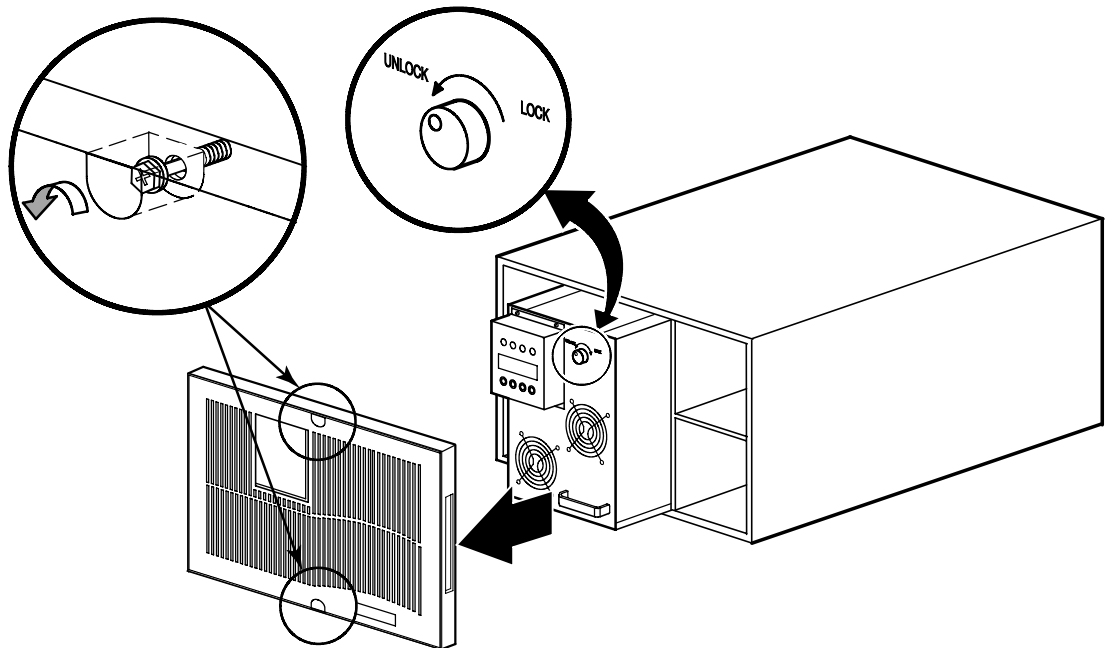

Figura 3. Retire la cubierta delantera del SAI y el módulo de componentes electrónicos
- Retire la cubierta delantera del SAI y el módulo de componentes electrónicos y colóquelos a un lado (consulte la Figura 3):